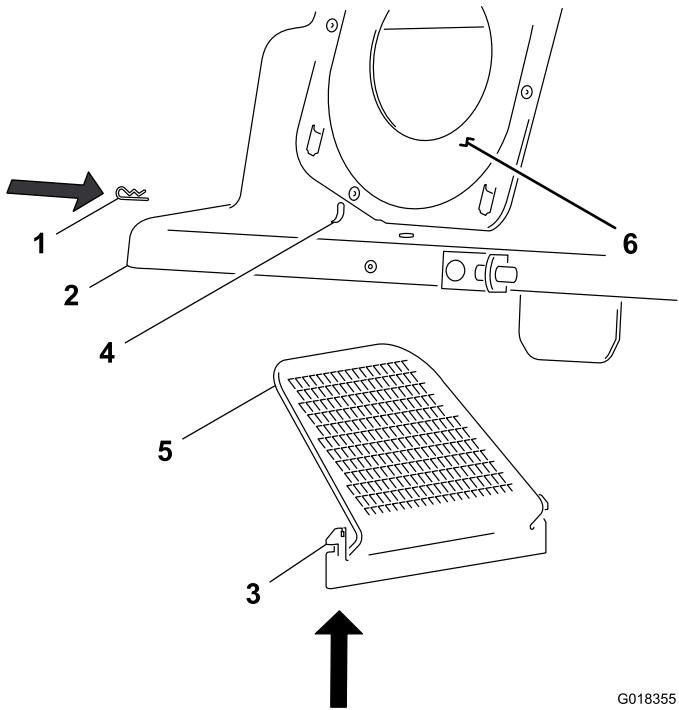

Figura 8
1. Localice las ranuras del deflector, en las paredes delantera y laterales de la tapa del ensacador, y las pestañas de montaje del deflector de la tapa (Figura 8).
2. Coloque la tapa con la junta del conducto a la izquierda, según se muestra en Figura 8.
3. Posicione el deflector con la rejilla hacia arriba e inclinada hacia la izquierda (Figura 8).
4. Introduzca el deflector en la tapa desde abajo (Figura 8).
5. Alinee las pestañas de montaje del deflector con las ranuras de la tapa, y empuje las pestañas hacia arriba, a través de las ranuras (Figura 8).